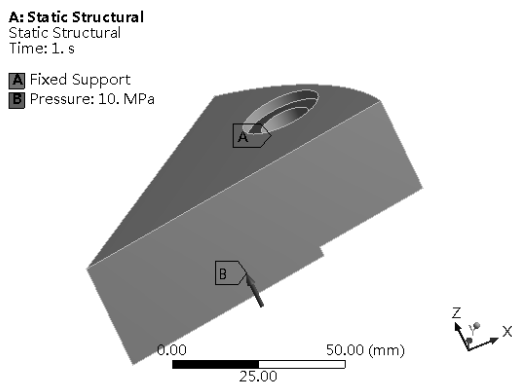

图 20-10 边界条件示意图
6) 选择 Mechanical 界面左侧 Outline 树结构图中的“Static Structural (A5)”选项，查看边界条件示意图，如图 20-10 所示。